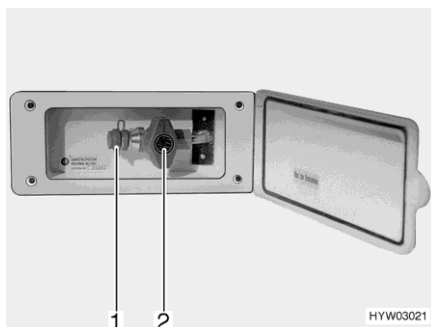

Bild 79 Extern gasanslutning (gasavstängningsventilen stängd)
- Anslut den externa gasapparaten till anslutningar (Bild 79,1).
- Öppna gasavstängningsventilen (Bild 79,2).